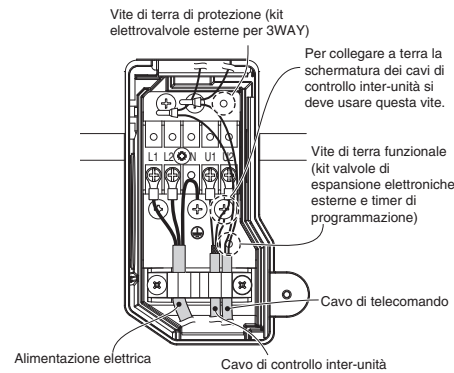

Fig. 3-51
- (4) Intradare i fili fra unità dal retro dell'unità interna e tirarla verso il davanti per il collegamento. (Fig. 3-51)
- (5) Collegare i fili fra unità ai corrispondenti terminali sulla morsetteria del terminale (Fig. 3-51) facendo riferimento al diagramma dei cablaggi.